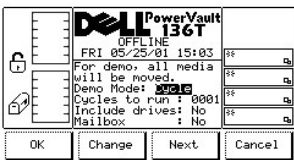
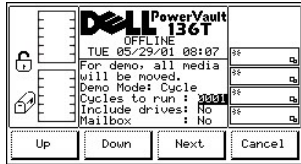

图 106. 维修 > 磁带库 > 自检 > 示范 > 示范使用次数对话框
图 107. 维修 > 磁带库 > 自检 > 示范 > 运行次数对话框
选择示范后，将显示“示范对话框”。请参考图 106。通过该选项可执行操作员设置的示范规程。
- 1 如果按下**下一个**软键下方的按钮，则列表中的下一个字段将变成活动字段，请参考图 107。在到达字段列表的末尾项后，活动字段将恢复为列表的第一个字段，请参考图 106。
请参考与图 106相关的表格。